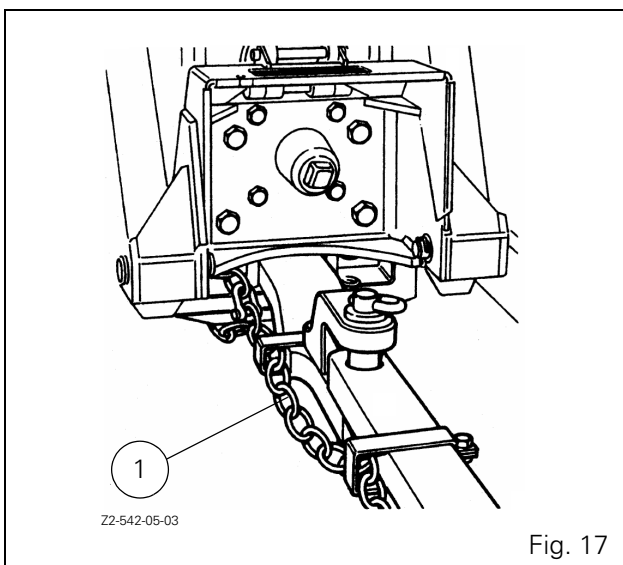

Fig. 17
- Una cadena de seguridad (1) ayudará a controlar un equipo remolcado en caso de que éste se separe accidentalmente de la barra de tiro durante el transporte. Con las piezas de adaptación adecuadas, enganchar la cadena en el anclaje de la barra de tracción del tractor o en cualquier otro punto de enganche especificado. Dejar sólo un juego suficiente a la cadena para que pueda girar. Ponerse en contacto con el concesionario AGCO para obtener una cadena con una resistencia igual o superior al peso de la máquina remolcada (Fig. 17).
- Cerciorarse de que todos los implementos remolcados estén equipados con una cadena de seguridad que una el tractor y el implemento, si la ley lo exige (Fig. 17).